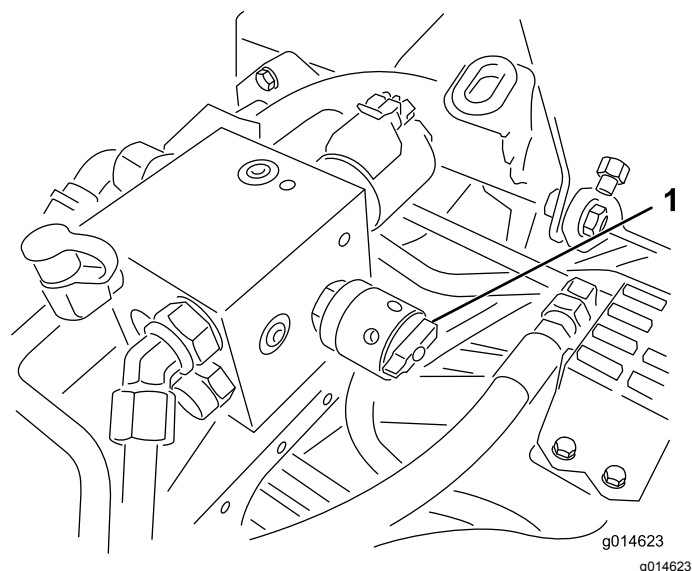

Рисунок 53
6. Поверните регулятор частоты вращения барабана в положение 1 (Рисунок 53).